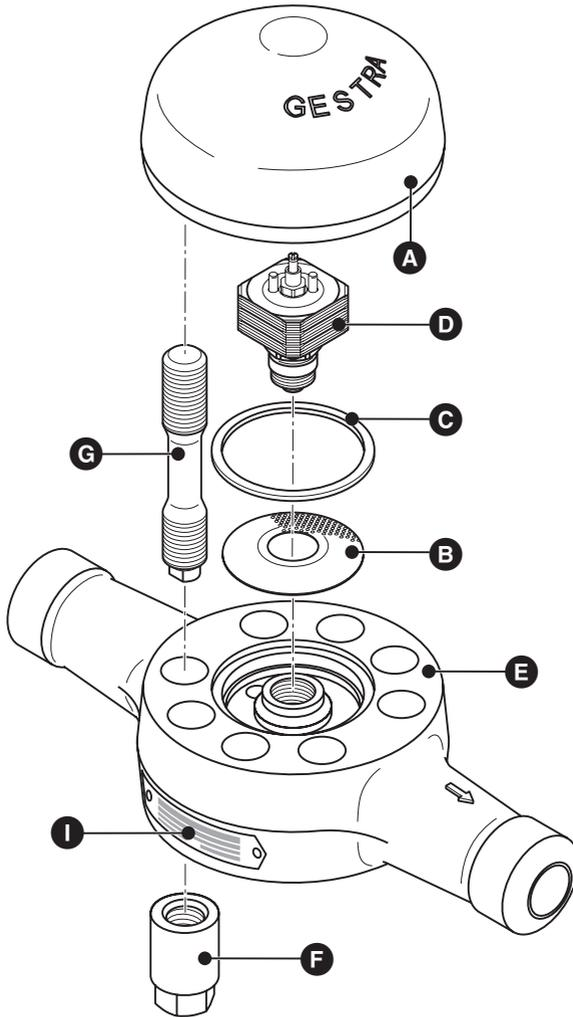
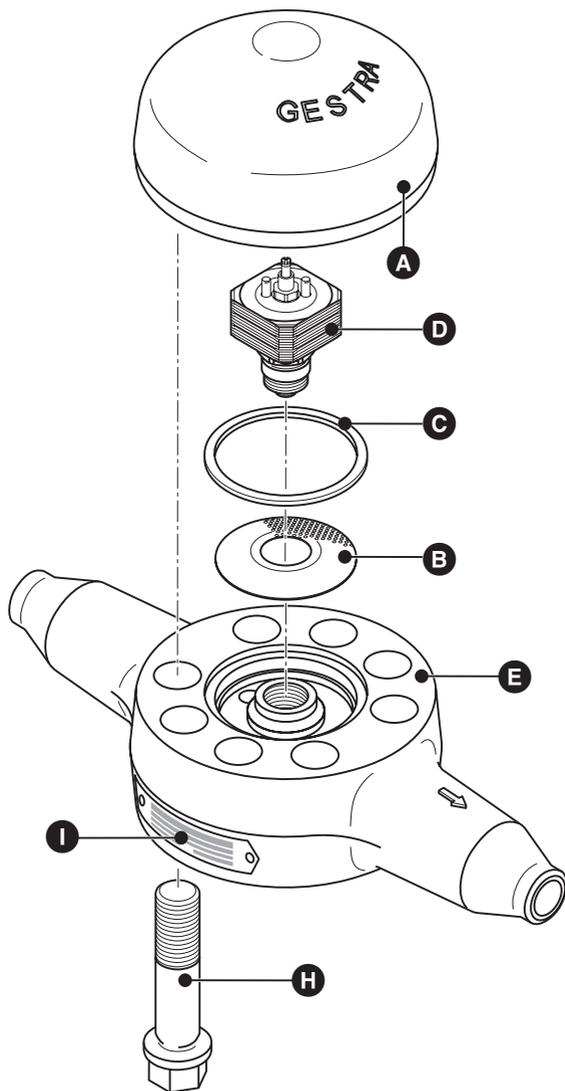

Fig. 2
Fig. 3
1. Démontez le capot **A** du corps **E**. Fig. 2, Fig. 3